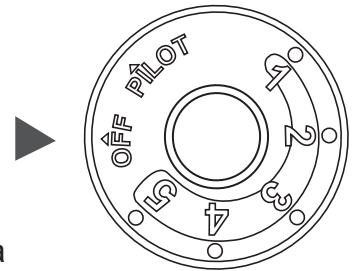
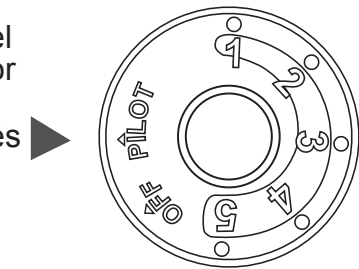

Fig. 22b
Fig. 23b
3. Gire la perilla de control ↷ hacia la derecha a la posición "OFF" (Ver Fig. 22b)
4. Espere cinco (5) minutos para que se vacíe todo el gas. Luego huela en busca de gas, incluyendo cerca del piso. Si huele gas, ¡ALTO! Siga "B" en la información de seguridad anterior. Si no huele a gas, vaya al siguiente paso.
5. Gire la perilla de control ↶ hacia la izquierda a la posición "PILOT" (Ver Fig. 23b) Oprima la perilla de control.